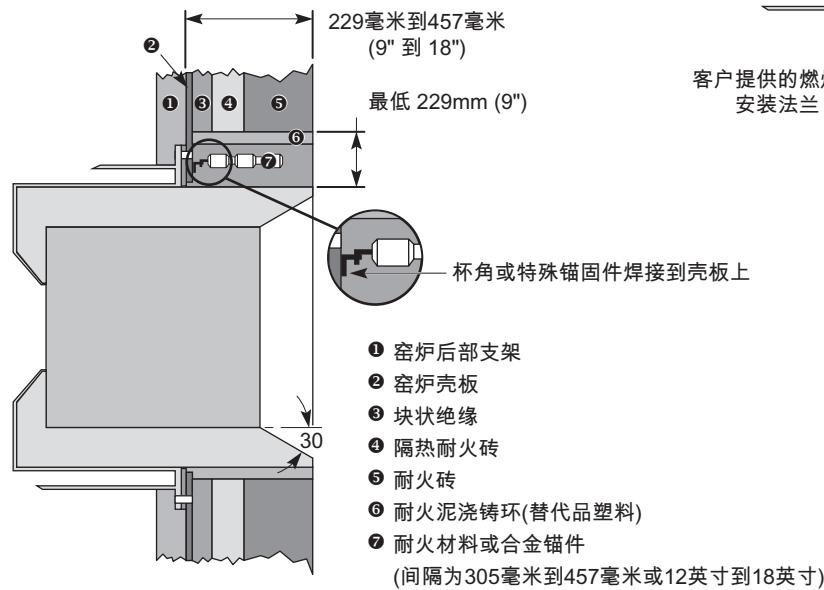

图 3.8. Vortometric 型燃烧器安装布置。
- 燃烧耐火砖块的内径与燃烧器中的空气锥同心。关于壁干扰和典型的耐火材料安装细节及建议，请参阅图 3.8。